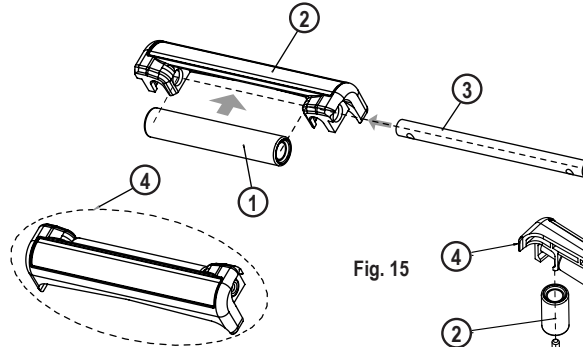

Fig. 15
3. Once the roller outlet assembly has been cleaned or replaced by a new one, it is necessary to assemble all its components. For doing this, first of all you should place the long rollers (1) (fig. 15) in its position over the roller supports (2) (fig. 15), and go through this assembly with the long axles (3) (fig. 15). This way, you should have two equal components pre-assembled (4) (fig. 15).
3. När rullens utlopp har rengjorts eller byts ut av en ny, är det nödvändigt att montera alla dess komponenter. För att göra detta bör du först och främst placera de långa rullarna (1) (fig. 15) i rullhusen (2) (fig. 15) och gå igenom den här enheten med de långa axlarna (3) (fig. 15). På detta sätt borde du ha två lika stora komponenter förmonterade (4) (fig. 15).